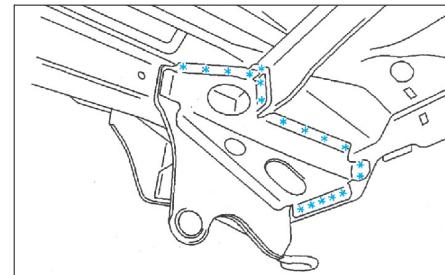

FIG. 123
- Dégrafer les points de soudure électrique à l'aide d'une fraise Ø 8 mm (Fig.123).